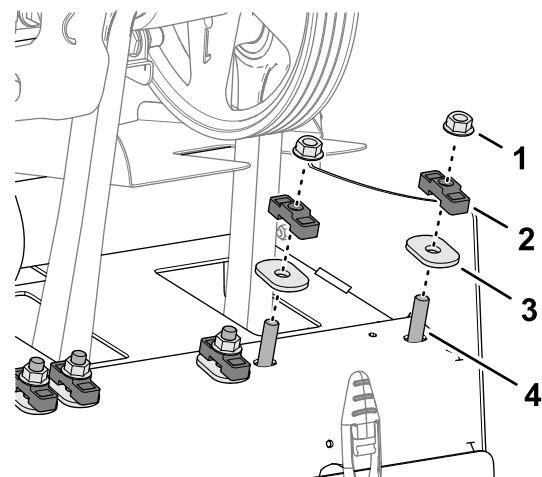

図 121
1. ロトリングのダンパーシャフトをマシンの後部フレームに固定しているフランジロックナット 2 個を外す 図 121。